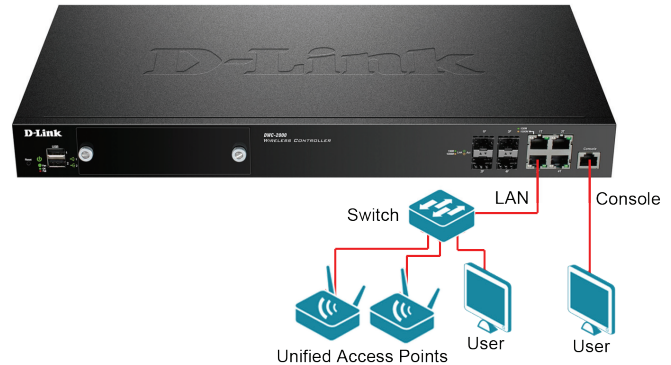

**Figura 6. Montaje en el estante**
2. Utilice los tornillos suministrados con el estante de equipos para montar el dispositivo en el estante como se muestra en la **figura 6**.